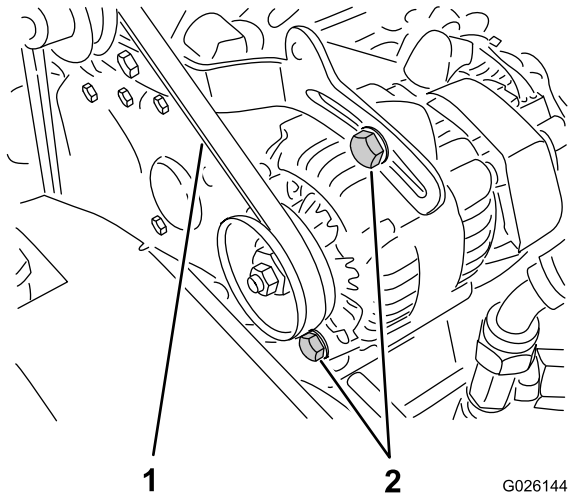

Figura 62
2. Compruebe la tensión presionando la correa en el punto intermedio entre las poleas del cigüeñal y del alternador con una fuerza de 10 kg (Figura 62).
- A. Afloje los 2 pernos de montaje del alternador (Figura 62).
luego apriete los pernos de montaje (Figura 62).